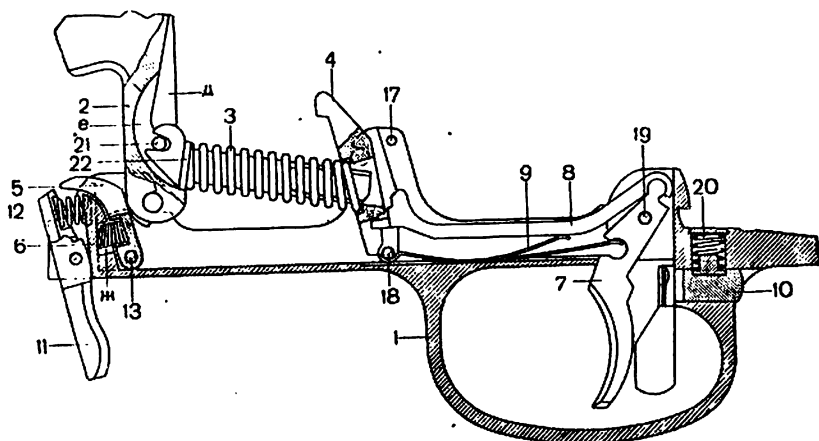
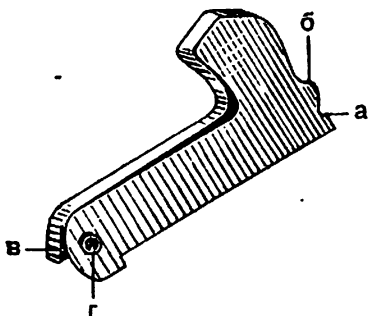
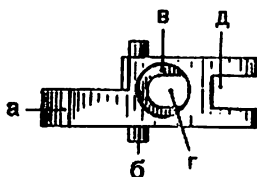
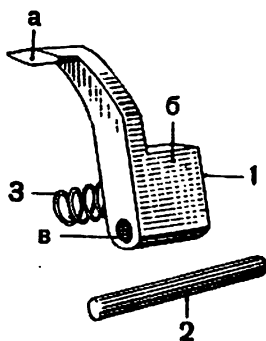

Рис. 21. Спусковой механизм—разрез.
Рис. 23. Курок.
Рис. 25. Шептало.
Рис. 29. Автоматический спуск.
*Спусковой механизм* (рис. 21 и 22) собран на спусковой скобе. Он состоит из спусковой скобы 1, курка 2, боевой пружины со стержнем 3, шептала 4, автоматического спуска 5 с пружиной 6, спускового крючка 7, спусковой тяги 8 с пружиной 9 и переводчика 10.
Спусковая скоба (рис. 21 и 22) имеет на переднем конце гнездо, в которое вставлена защелка магазина 11 с пружиной 12, и два отверстия, из которых переднее служит для оси защелки магазина, а заднее для оси автоматического спуска 13. На переднем конце спусковой скобы, кроме того, имеются цапфы 14 для соединения спусковой скобы с коробкой и полукруглые вырезы 15 для цапф курка. В средней части спусковой скобы имеются ушки для цапф 16 шептала, штифта защелки замедлителя 17 и штифта пружины спусковой тяги 18. На дне спусковой скобы имеются выем для пружины и окло для прохода спускового крючка. В выступе задней части скобы имеются отверстие для оси спускового крючка 19 и вырез 23 для зуба защелки спусковой скобы. В хвосте спусковой скобы имеются продольное отверстие для оси переводчика 10 и гнездо, в котором помещается пружина переводчика 20. Сверху это гнездо закрыто поперечной задвижкой пружины переводчика.
Курок (рис. 23) на головке имеет боевой взвод *a* для спуска замедлителя и верхний боевой взвод *b* для шептала. В нижней части курка имеются боевой взвод *в* для автоматического спуска и цапфы *г* для соединения со спусковой скобой. В средней части курка (рис. 21) имеется выем *д* для помещения взведенной боевой пружины, паз *е* для головки стержня боевой пружины и наглухо вставленный штифт 21 для опоры вилки головки стержня.
Шептало (рис. 25) имеет зуб *а*, захватывающий за боевой взвод курка *б* (рис. 23) при взводе курка, цапфы *в* для соединения со спусковой скобой, гнездо *в* для упора заднего конца боевой пружины, вырез *г* для прохода стержня боевой пружины, уступ для автоматической стрельбы (на рисунке не показан) и прямоугольный вырез *д*, в который входит выступ спусковой тяги.
Пружина спусковой тяги *9* (рис. 21) на переднем конце имеет загиб для охвата штифта тяги и удержания пружины на месте, а на заднем — два пера, из которых длинное давит на спусковой крючок, а короткое на спусковую тягу.
Автоматический спуск *1* (рис. 29) удерживает курок на боевом взводе при автоматической стрельбе. Автоматический спуск имеет головку *а*, на которую нажимает размыкатель автоматического спуска после запираания затвора, срез *б*, на котором удерживается боевой взвод курка,
отверстие в для оси автоматического спуска 2 и гнездо ж (рис. 21) для пружины автоматического спуска 3 (рис. 29), которая заставляет автоматический спуск прижиматься к курку.